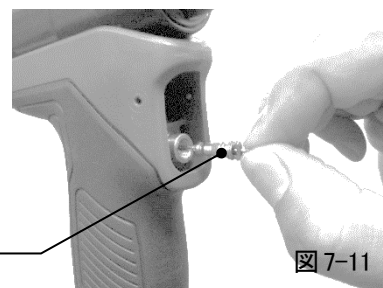

図 7-11
- 4) シュレイダーバルブを交換し、トリガーバルブエクストラクターにて時計方向に廻し、締め込んでください。(図 7-11)